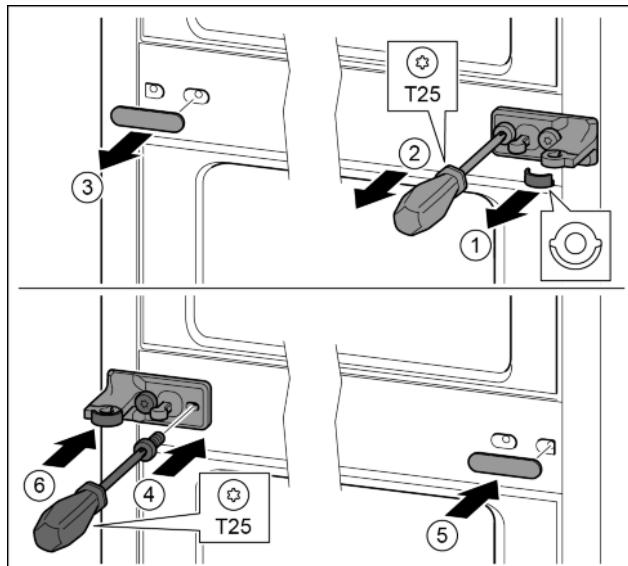

Fig. 29
- Снять шайбу. Fig. 29 (1)
- Выкрутить винты отверткой T25. Fig. 29 (2)
- Осторожно снять крышку. Fig. 29 (3)
- Плотно прикрутить опорный кронштейн с подкладкой с поворотом на 180° с другой стороны. Fig. 29 (4)
- Установить крышку с поворотом на 180° с другой стороны. Fig. 29 (5)
- Спереди надвинуть шайбу. Fig. 29 (6)